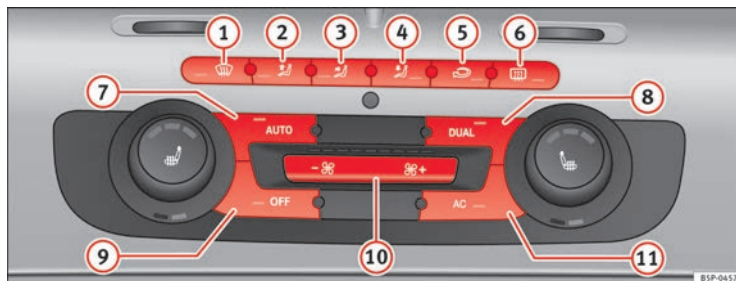

Abb. 129 In der Instrumententafel: Bedienelemente 2C-Climatronic
→ Abb. 129.
- Drücken Sie die Taste **AUTO** ⇒ Abb. 129. Am Display des Radios wird „AUTO High“ angezeigt (hohe Gebläsestufe).
- Drücken Sie erneut die Taste **AUTO** ⇒ Abb. 129. Am Display des Radios wird „AUTO Low“ angezeigt (niedrige Gebläsestufe).